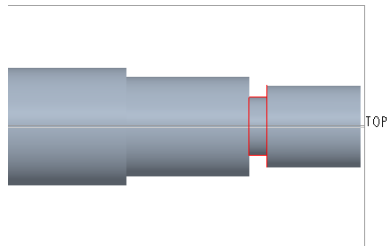

图 13-8 完成退刀槽的创建
- 8 单击“确定”按钮, 创建的退刀槽如图 13-8 所示。